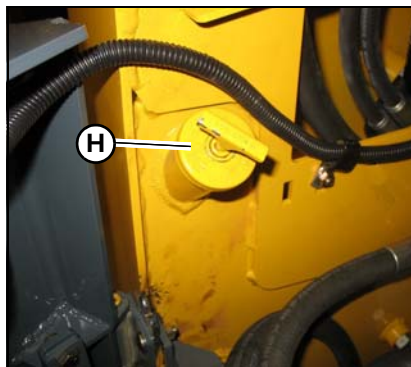

Figura 108 – Rifornimento dell'olio idraulico
5. Se il livello dell'olio idraulico è basso, rimuovere il tappo di rifornimento del serbatoio idraulico (H, Figura 108), situato nella parete sinistra del vano motore.
4. Allentare lentamente il tappo di rifornimento dell'olio idraulico (H, Figura 108).
11. Rimuovere il tappo di rifornimento dell'olio idraulico (H, Figura 108) e riempire il serbatoio di olio idraulico finché il livello dell'olio non sia corretto (Y, Figura 107).